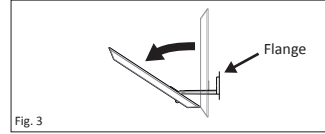

Fig. 3
9. Peel and remove (2) pieces of protective strips from both pieces of tape on the supplied wall anchor brace bar. The tape is necessary to allow the supplied wall anchor brace bar to adhere to the back side of the wall for placement. (This will ensure that the bar will stay upright during installation.)
10. Get supplied anchor, flip the bar downward at the end of the arm. The bar should be tilted up only slightly. (see Figure 3).
9. Détachez et retirez les (2) protections de chacun des deux morceaux de ruban adhésif situés sur la barre de support de l'ancrage mural. L'adhésif est nécessaire pour permettre à la barre de support de l'ancrage mural d'adhérer à l'arrière du mur, assurant ainsi un placement correct. (Cela permettra à la barre de rester droite pendant l'installation.)
10. Prenez l'ancrage fourni, inclinez la barre vers le bas à l'extrémité du bras. La barre doit être très légèrement inclinée vers le haut. (Fig. 3).